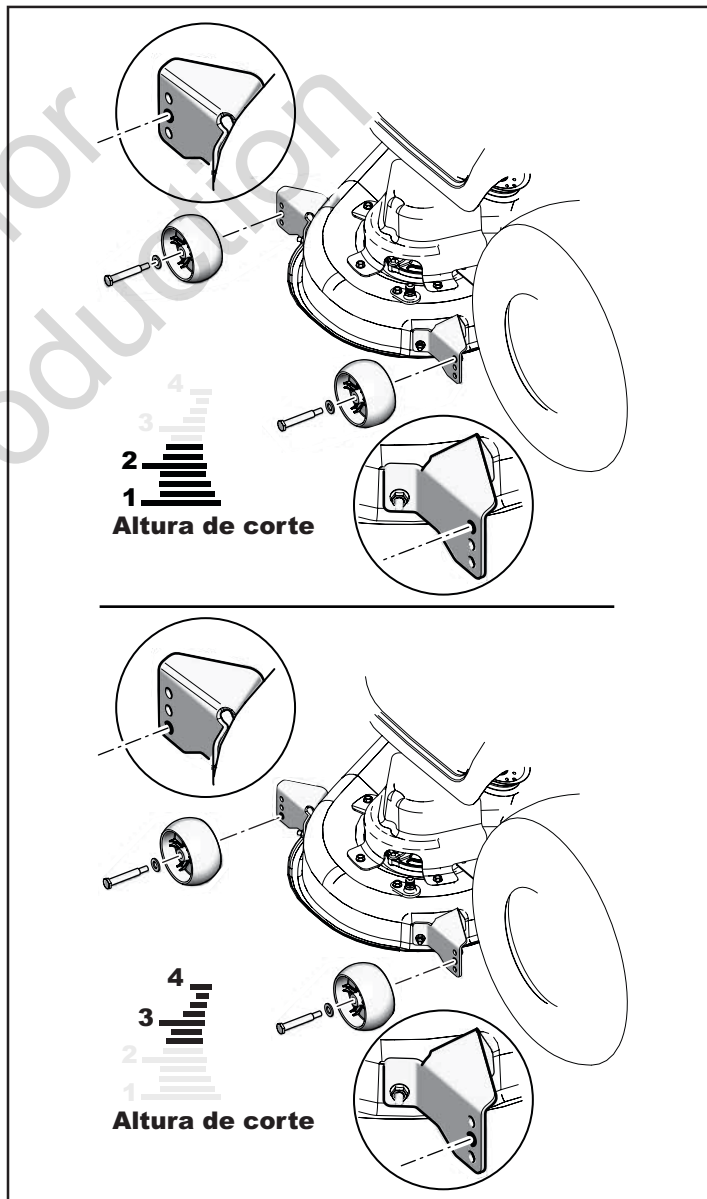

Figura 14
4. Ajuste las ruedas reguladoras delanteras y traseras según sea necesario (véase Figura 14).